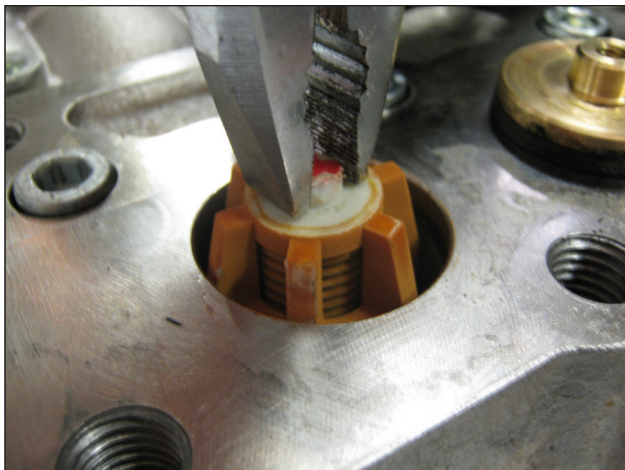

Fig. 18
- Extraer los grupos de la válvula de aspiración y envío de las bombas KT24-28-30-32- WK155-WK6 y grupos de la válvula de envío KT 36-40-WK8 utilizando una simple herramienta como se indica en (Fig. 18); una simple herramienta como se indica en (Fig. 18).